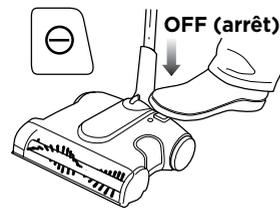

Fig. 2
- 1** Vérifiez toujours que l'appareil est éteint avant de commencer à le charger. **(Fig. 2)**